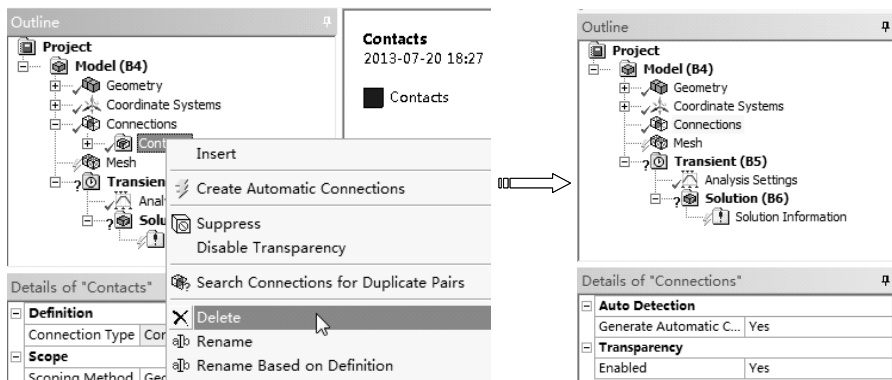

图 10-43 删除默认接触设置
2) 展开窗口左侧【Outline (分析树)】中的【Connections】|【Contacts】节点，单击鼠标右键，在弹出的快捷菜单中选择【Deleted】命令，删除默认的联系设置，如图 10-43 所示。